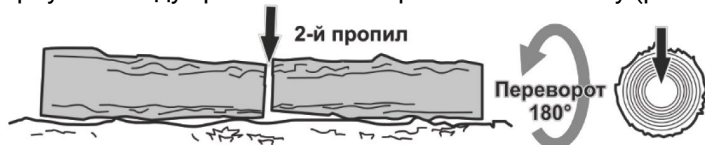

Рисунок 10. Схема остаточного розпилу колоди з протилежного боку.
2. Перевернути колоду і розпилити її з протилежного боку (рис. 10).